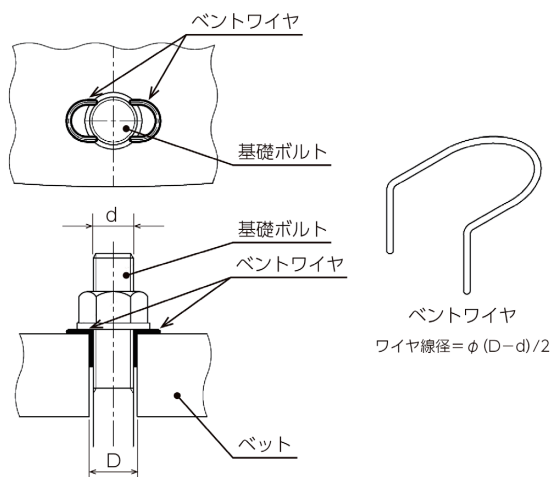

図 2.4-10 ベントワイヤでの基礎ボルト固定例
- A) 例えば図2.4-10に示すようなベントワイヤなどを用いて、基礎ボルトを直立にし、基礎ボルト穴の芯に収まっていることを確認します。